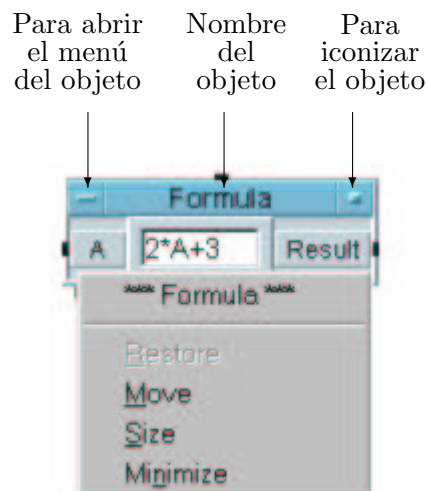

Figura 3.3: Estructura general de la barra del objeto.
- Se posiciona el ratón sobre el objeto, se abre su menú como en la figura 3.3 y se selecciona CUT , en el menú $\text{EDIT} \Rightarrow \text{CUT}$ o se selecciona el objeto y se presiona CTRL-X o se presiona el botón cortar de la barra de herramientas.